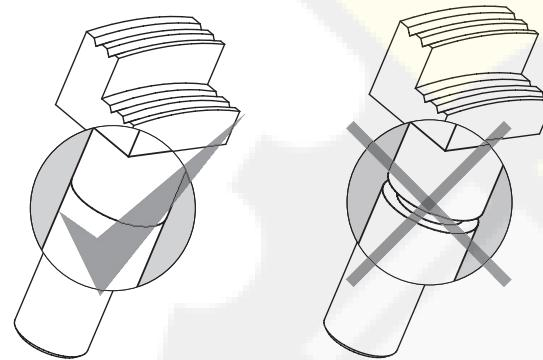

рис.4
- 6.3.5 Подберите рихтующую насадку соответствующего профиля и смонтируйте её при помощи резового соединения на сменный шток необходимой длины до полного соприкосновения (См.Рис.4). Установите шток во втулку поршня гидроцилиндра.